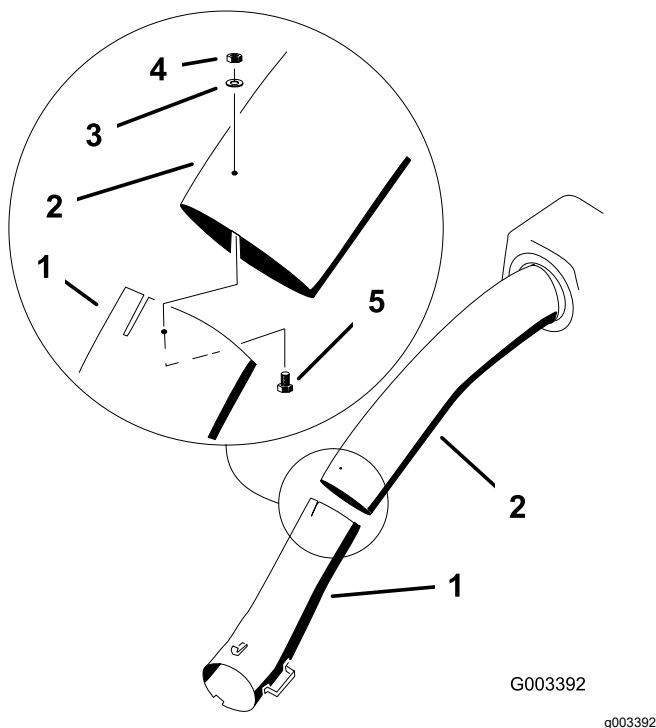

Figura 19
10. Retire los tubos de la máquina y ensamble los tubos superior e inferior usando 3 pernos de cabeza hexagonal con arandela prensada (N° 10 x ¾"), 3 arandelas planas y 3 contratueras (N° 10) como se muestra en la Figura 19.